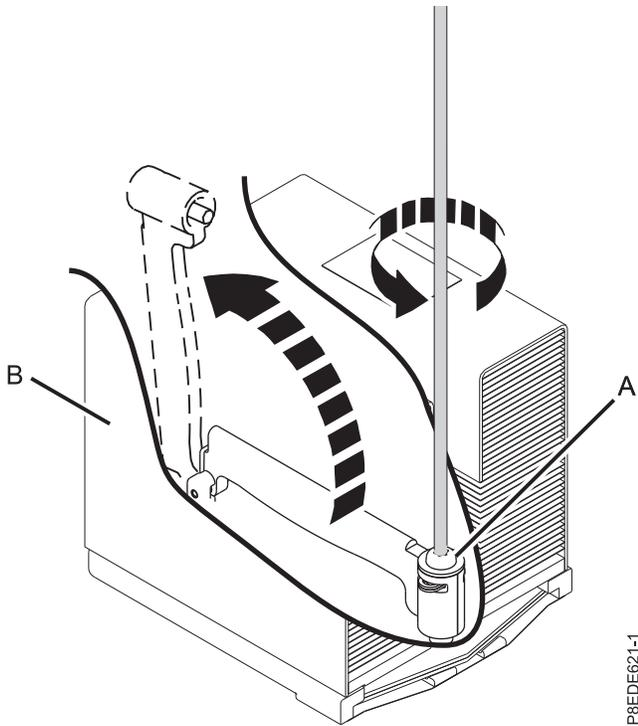

Abbildung 5. Befestigungsschraube am Kühlblech lösen
6. Lösen Sie die Befestigungsschraube (**A**) am Kühlblech des Systemprozessors (**B**), die Sie mit dem mitgelieferten Torx-Schraubendreher T20 mit Quergriff (Teilenummer 00LR425) entfernen. Die Befestigungsschraube wird in die in Abb. 5 auf Seite 8 angezeigte Richtung gedreht.